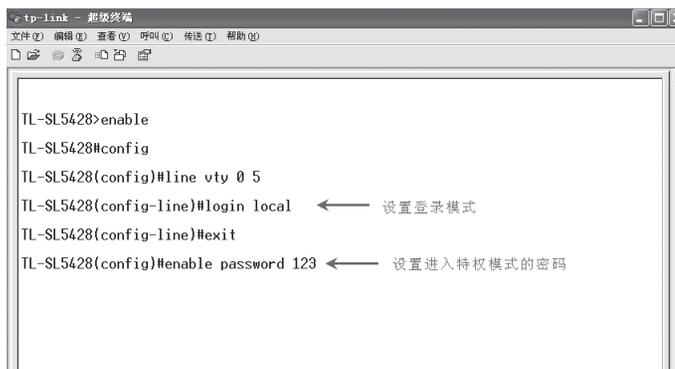

图4-9 在超级终端配置Login Local模式
1. 如图4-9所示, 首先在超级终端中上配置Telnet登录模式为“login local”, 并设置进入特权模式的密码为“123”;